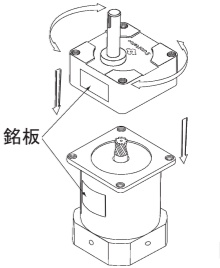

図2
- モータとギヤヘッドの組み付けは、(図2)のように組合せを合わせ、ギヤヘッドを少しずつ回しながら行って下さい。組み付けの際に、モータシャフトに無理に力を加えたり、ギヤヘッド内部に当てたりすると、ギヤ損傷により異常音が発生し、寿命が低下しますので、ご注意ください。